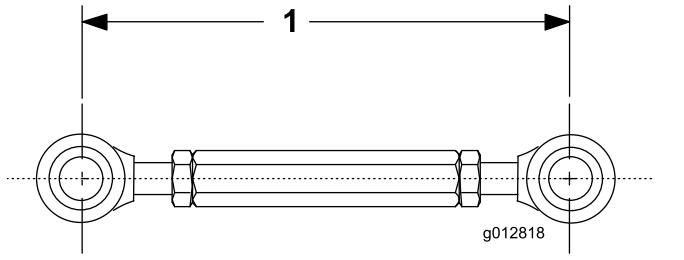

Figura 4
- Ajuste la longitud del acoplamiento roscado a 19 cm, y apriete las contratuerzas (Figura 4).